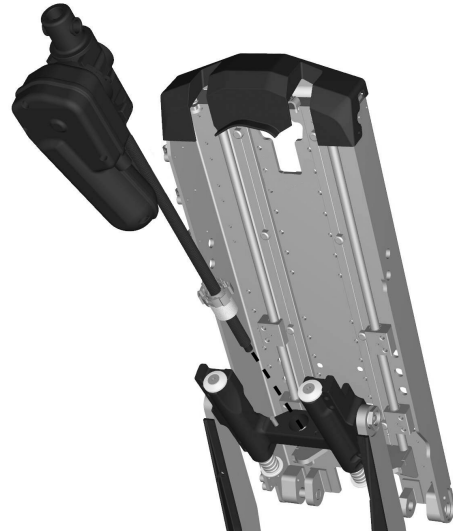

Abbildung 109. Stellvorrichtung vom Schieber montieren, indem man die Mutter festschraubt.
1. Stellvorrichtung vom Schieber montieren, indem man die Mutter vollständig einschraubt. Siehe Abbildung. 109